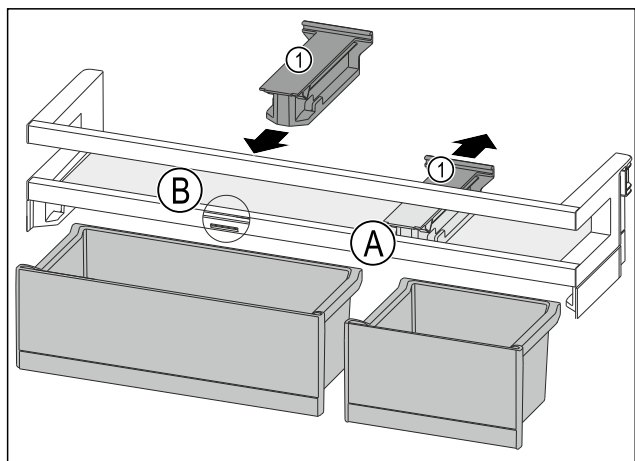

Fig. 188
- Držák Fig. 188 (1) v poloze Fig. 188 (A) stáhněte dozadu.
- Držák Fig. 188 (1) vložte v poloze Fig. 188 (B).